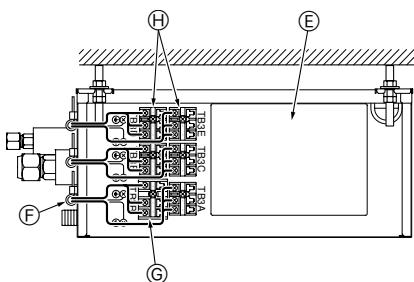

Fig. 9-3
4. 使用线夹将每根电线固定。（Fig. 9-3）
5. 牢固连接每根电线到相应的接线盒。（Fig. 9-3）